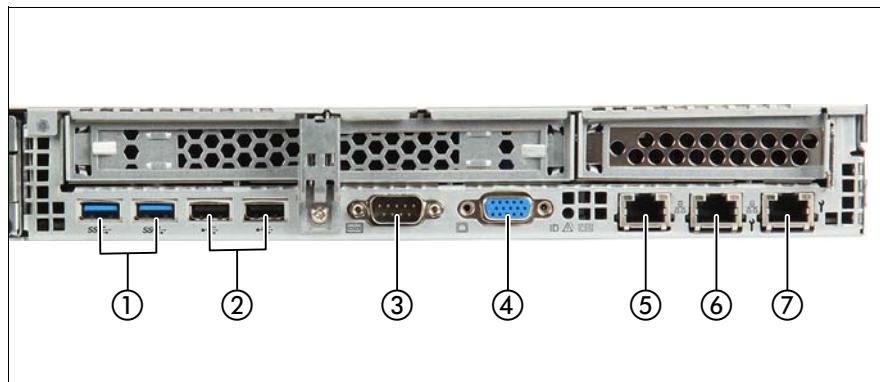

図 4: 背面のコネクタ
- ▶ モニタのデータケーブルをサーバのビデオコネクタに接続します（50 ページ の図 4 のアイテム 4）。